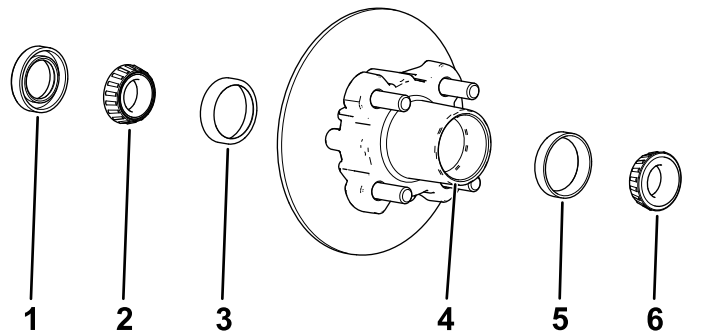

Figura 29
1. Retire el cojinete exterior y el anillo de rodadura del cubo (Figura 29).
2. Retire la junta y el cojinete interior del cubo (Figura 29).
5. Limpie el hueco del cubo para eliminar cualquier resto de grasa, suciedad y residuos (Figura 29).
7. Llène el hueco del cubo hasta un 50-80% de su capacidad con grasa del tipo especificado (Figura 29).
8. Monte el cojinete interior sobre el anillo en el lado interior del cubo e instale la junta (Figura 29).